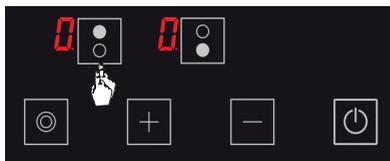

Abbildung 6
2. Drücken Sie die entsprechende Kochzonen-Auswahltaste. Es wird das Symbol in der entsprechenden Kochzone angezeigt, wenn Sie sie zum ersten Mal berühren. (Siehe Abb. 6)